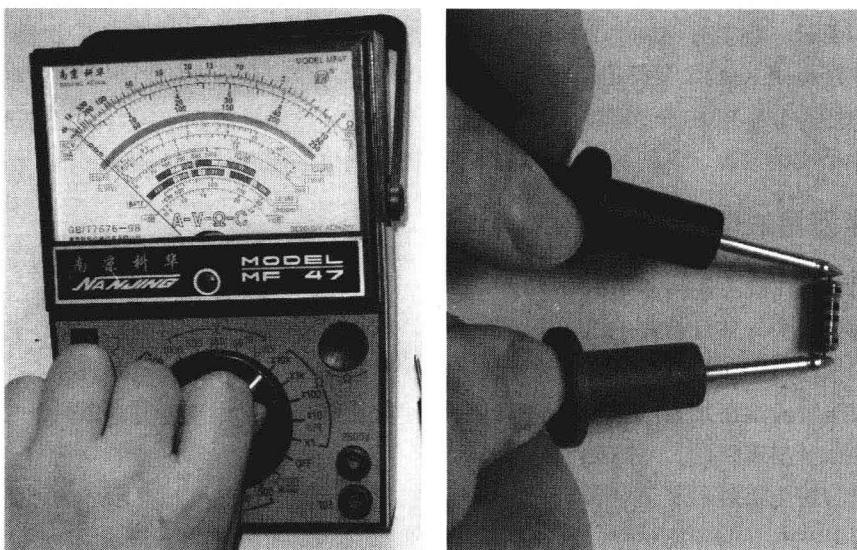

图 1-5 指针式万用表测量电阻示范图
(1) 将功能旋钮调到万用表的欧姆挡, 并选择合适的量程(估计待测物电阻值, 使测量结束后指针静止位置大致为表盘的盘中)。
(2) 对万用表进行精度校正, 短接两表笔此时电阻应为零。如果不是应调节欧姆挡调零旋钮。
(3) 测量时应将两表笔分别接触待测电阻的两极(要求接触稳定踏实), 观察指针偏转情况。如果指针太靠左, 那么需要换一个稍大的量程。如果指针太靠右那么需要换一个较小的量程。直到指针落在表盘的中部(因表盘中部区域测量更精准)。读取表针读数, 然后将表针读数乘以所选量程倍数, 如选用“ $R \times 10$ ”挡测量, 指针指示 15, 则被测电阻值为  $15 \times 10 = 150\Omega$ 。如图 1-5 所示, 为用指针式万用表测量电阻的示范图。